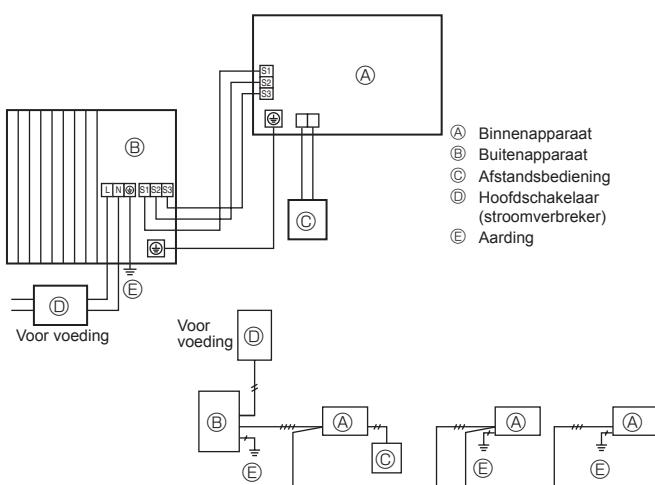
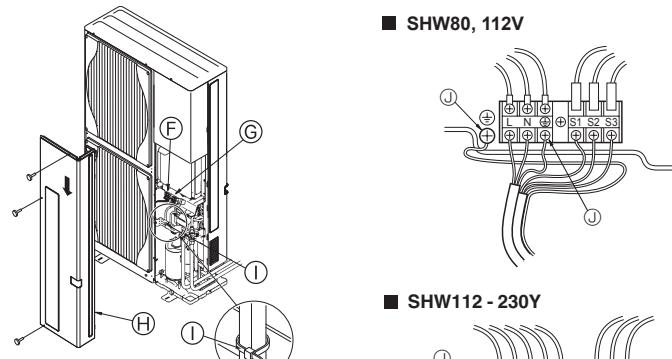

Fig. 7-1
Fig. 7-2
7.1. Buitenaapparaat (Fig. 7-1, Fig. 7-2)
- ① Verwijder het onderhoudspaneel.
- ② Sluit de kabels aan aan de hand van Fig. 7-1 en 7-2.